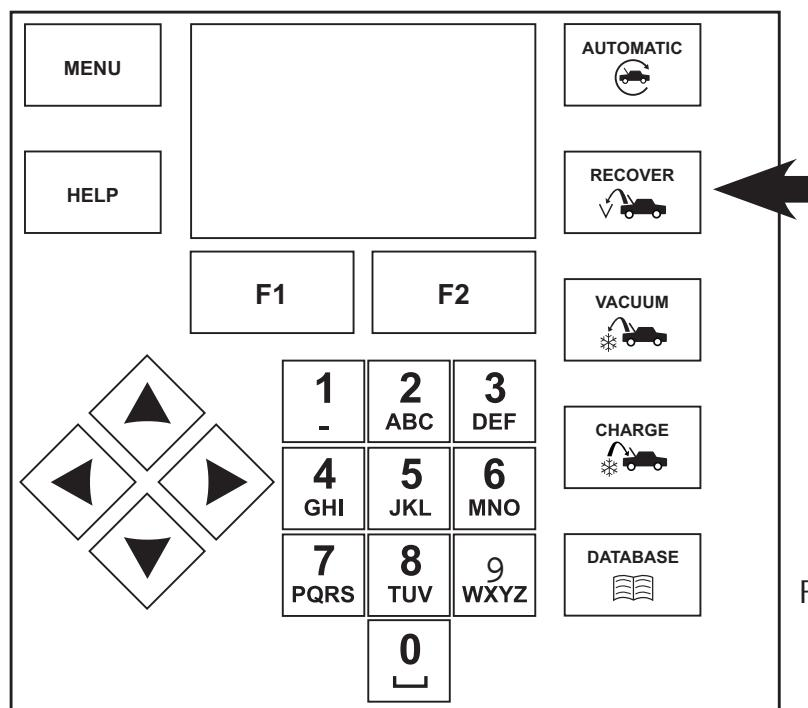

Figura 4
5. Pulse el botón RECOVER (RECUPERACIÓN) en el panel de control. Consulte la figura 4.